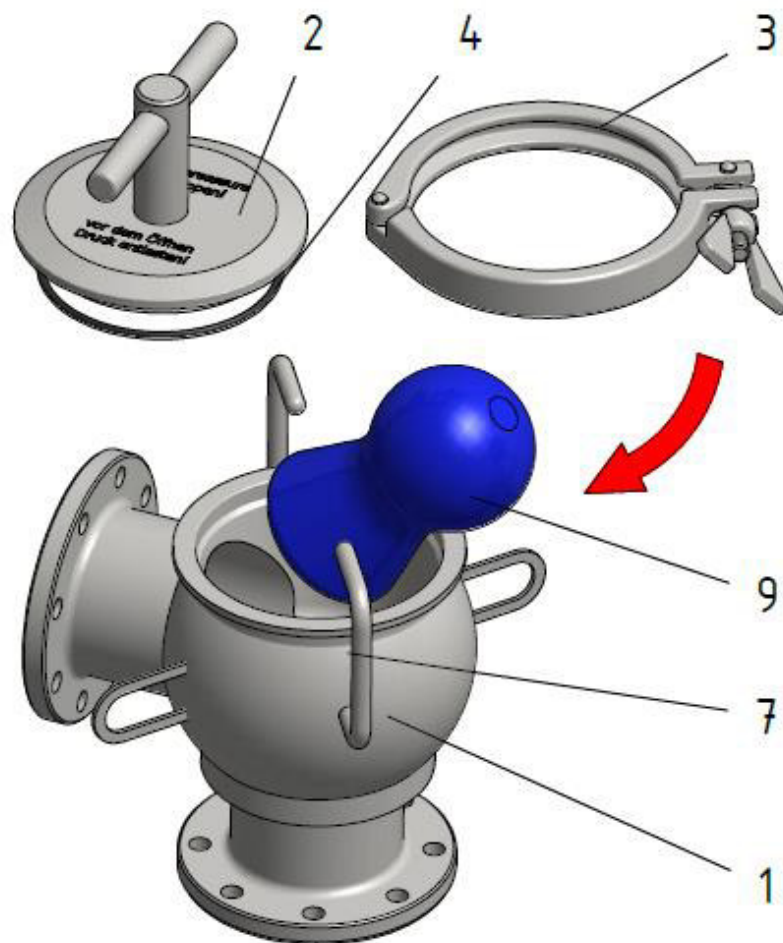

Abb. 7-1: Molch einlegen
- Lösen und Entfernen Sie die Verschlussklammer (Abb. 7-1, Pos.3).
- Entfernen Sie den Deckel (Abb. 7-1, Pos 2) vom Gehäuse (Abb. 7-1, Pos. 1)
- Führen Sie den Molch (Abb. 7-1, Pos. 9) durch die Sicherungsbügel (Abb. 7-1, Pos. 7) bis in die Rohrleitung und bis an den Anschlag am unteren Ende des Gehäuses (Abb. 7-1, Pos. 1) ein
- Reinigen Sie den Einbauraum am Gehäuse (Abb. 7-1, Pos. 1) und führen Sie eine Kontrolle auf eventuelle Beschädigungen durch
- Reinigen und kontrollieren Sie den O-Ring (Abb. 7-1, Pos. 4) auf Beschädigungen und fetten Sie die Dichtung mit zugelassenem Fett (Unisilikon 641, z. B. Firma Klüber) ein
- Verschließen Sie das Gehäuse (Abb. 7-1, Pos. 1) mit dem Deckel (Abb. 7-1, Pos. 2)
- Sichern Sie den Deckel (Abb. 7-1, Pos. 2) mit der Verschlussklammer (Abb. 7-1, Pos 3) durch festes Verschrauben